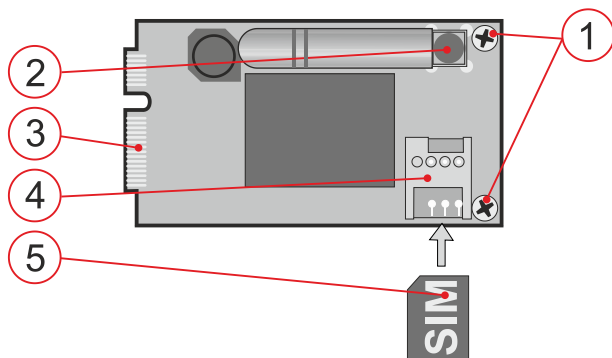

Fig. 1: O comunicador JA-194Y
- Ligar a antena GSM** ao conector (2.) do módulo comunicador (incluído com o JA-194Y-LITE). Ao instalar a antena, siga a orientação mostrada na Fig. 1.